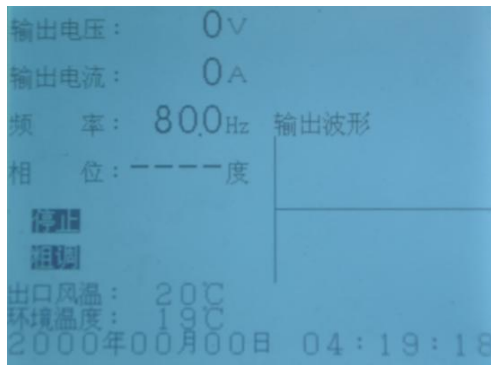

图 24 变频电源装置停止后显示
7.4.5 在按动“停止”按钮后，变频电源装置先跳开回路开关，切断高压回路电源。5秒钟后，停止风扇电源。在此过程中，变频电源装置内部储存的电荷得到释放见图 24。